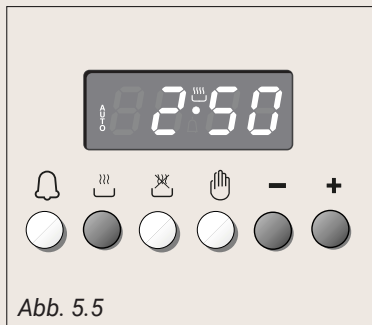

Abb. 5.5
1. Gardauer durch drücken der Taste und der Taste **+** oder **-** einstellen. (Abb. 5.5). (Taste **+** erhöhen, Taste **-** verringern). **AUTO** und das Symbol leuchten auf.